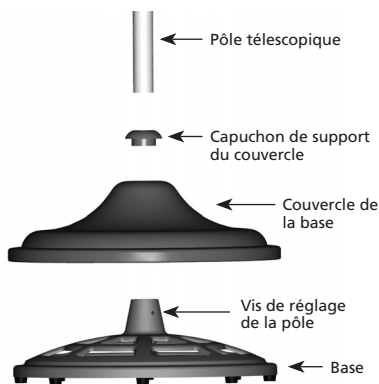

FIGURE 3
1. Placez la base sur le sol et placez le couvercle de la base par-dessus. Consultez la Figure 3.